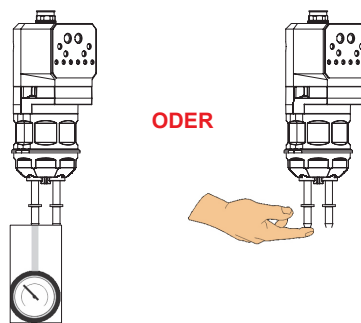

Abbildung 11 Optionen für Vakuumprüfung
3. Den Pulverschlauch von der Pumpe trennen. Ein Vakuummeter an den Ansauganschluss anschließen oder wie in Abbildung 11 gezeigt einen Finger gegen das Fitting halten.